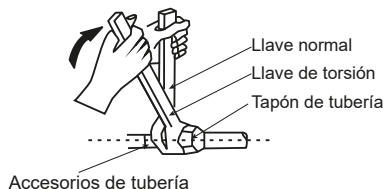

Figura 8
- Utilice dos llaves cuando instale o desmonte la tubería, una llave común y una llave de torsión. Vea la figura 8.